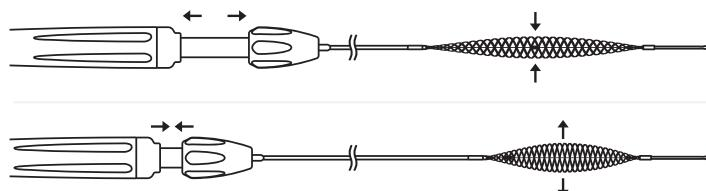

Figura 2 - Accionamiento del mango
- Compruebe que el dispositivo Cascade funciona correctamente accionando el mango y verificando los cambios correspondientes del diámetro en la malla trenzada (consulte la Figura 2).